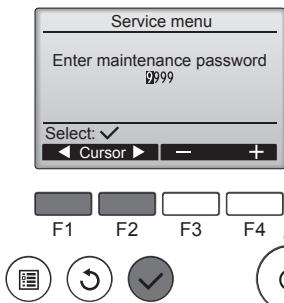

Fig. 7-2
① Selezionare "Service" (Servizio) da Menu princ., quindi premere il pulsante (7).
② Selezionando il Menu di Servizio, viene visualizzata una finestra che invita a digitare la password. (Fig. 7-2)